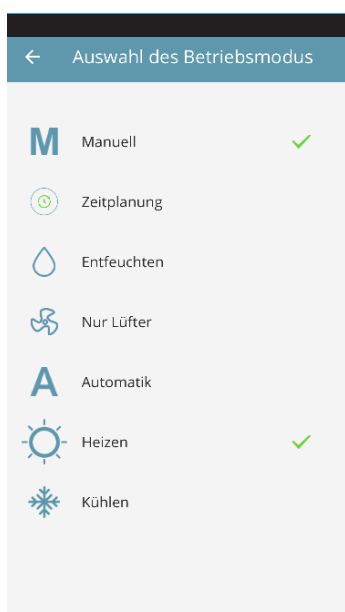

Abbildung 2-20
- Auf diese Weise greifen Sie auf die Bildschirmseite laut Abbildung 2-20 zu.